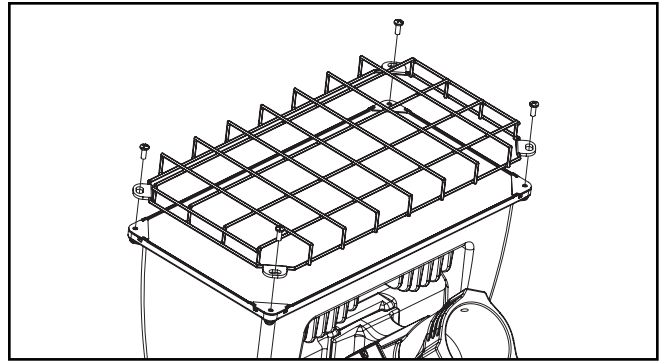

Figure 6.
Protecteur de fil métallique (Figure 6).
1. Desserrez et retirez les quatre (4) vis à tête cruciformes 10-24 situées sur la face du luminaire et conservez-les.
2. Alignez le protecteur de fil métallique situé sur les pinces de lentille et correspondant aux quatre (4) trous existants. (Figure 6.)
3. Resserrez les quatre (4) vis à tête cruciforme 10-24 de l'étape 1 sur la face du luminaire.